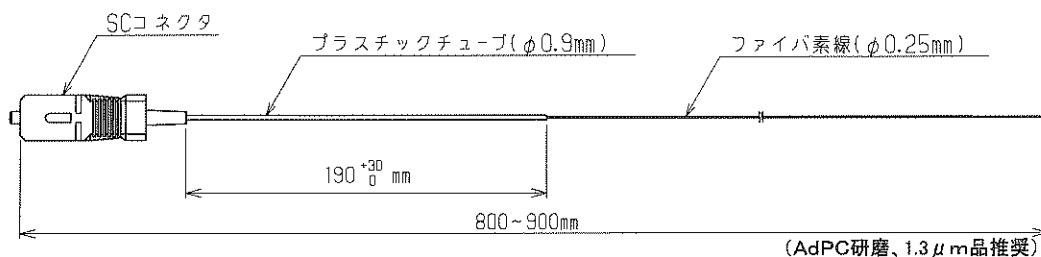

図 4-9 内部接続用ケーブル(メカニカルスプライス)
(2) センタ側ケーブルとメカニカルスプライス接続する場合
- ・ センタ側ケーブルと内部接続用ケーブルをメカニカルスプライスにより接続する場合は、内部接続用ケーブルとして図 4-9 に示すケーブルを準備して下さい。